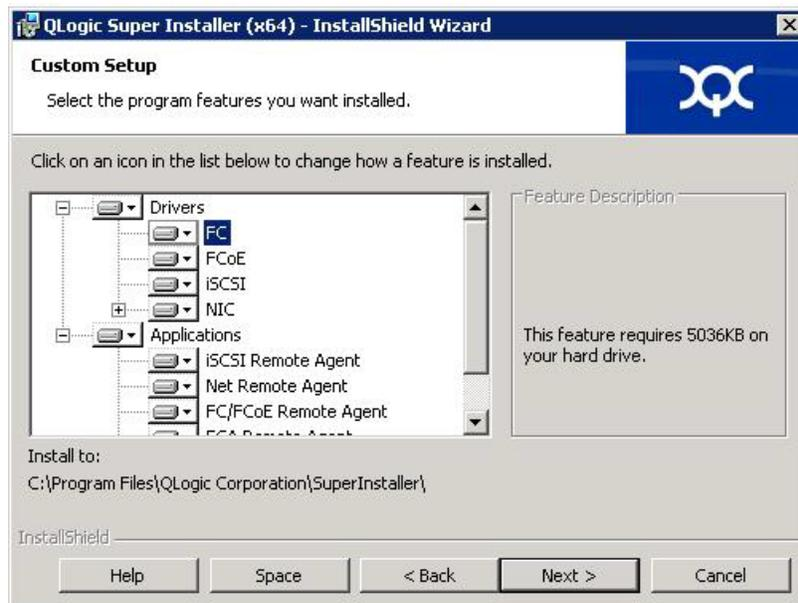

Figure 2-5. Assistant InstallShield : Fenêtre d'installation personnalisée
6. Si vous avez sélectionné **Custom** à étape 5, remplissez la fenêtre d'installation personnalisée (Figure 2-5 à la page 9) comme suit :